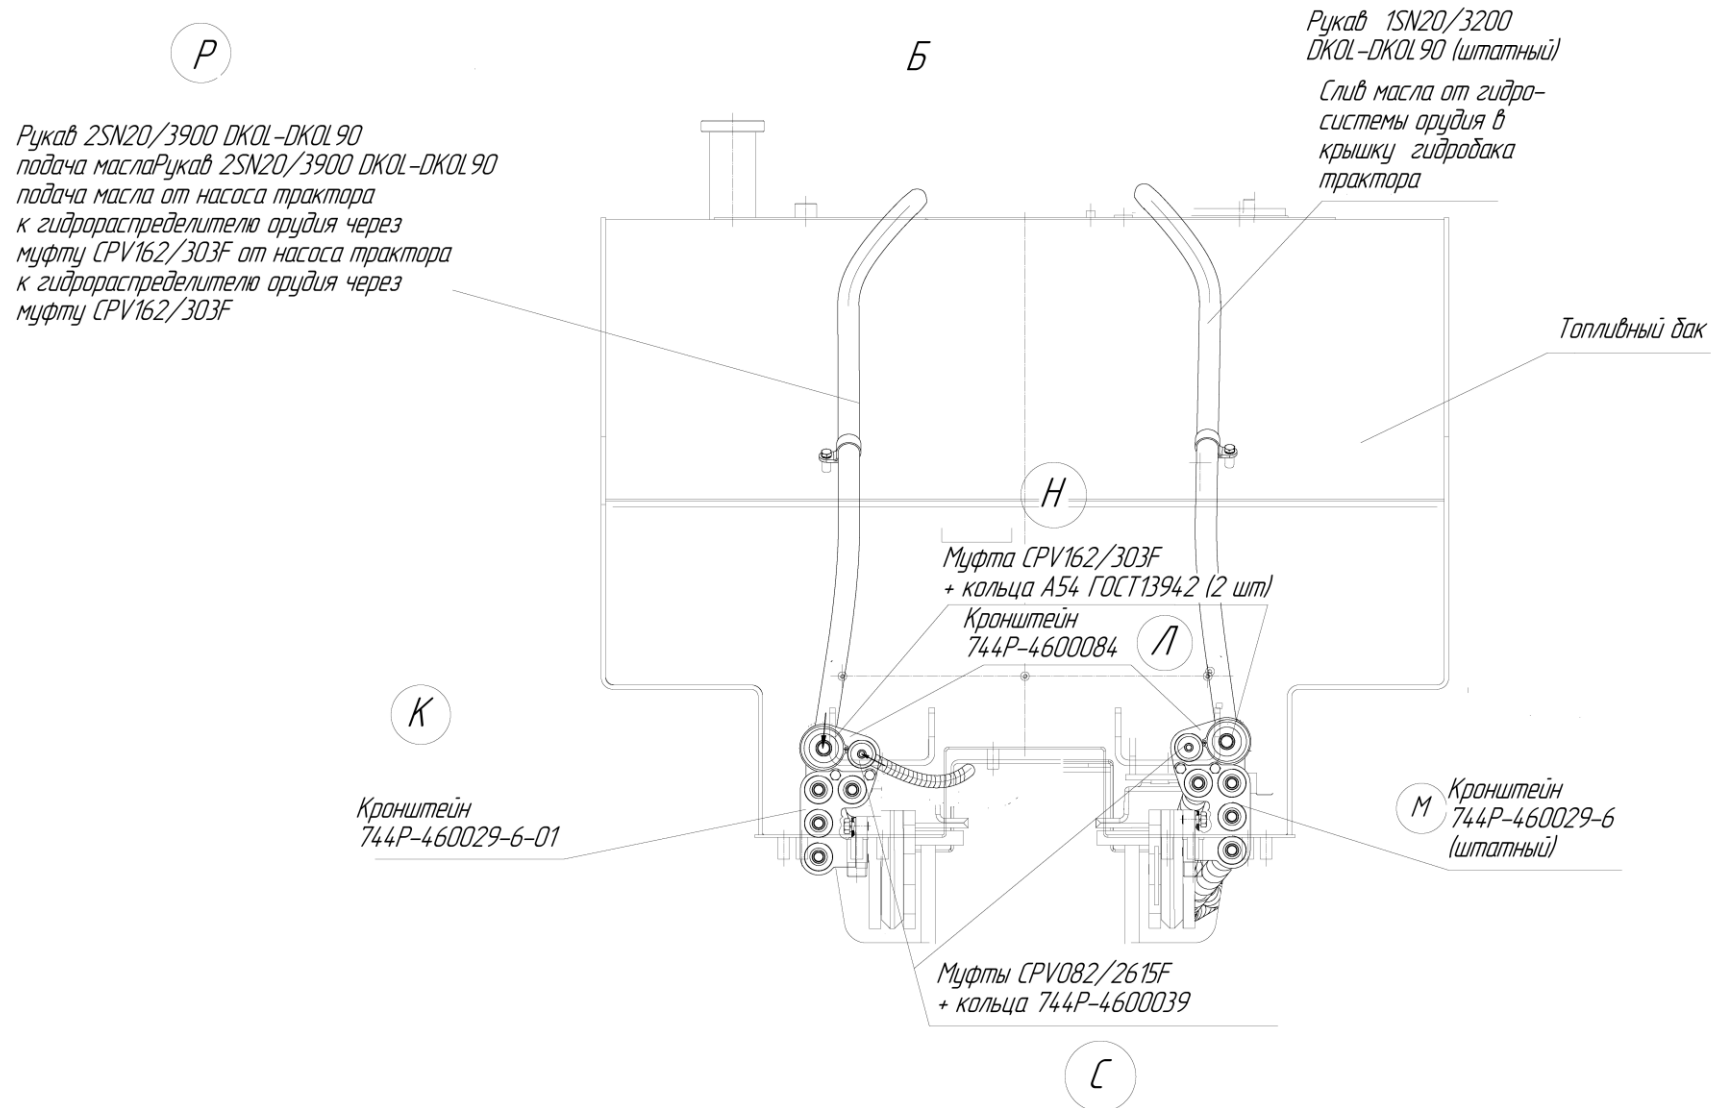

Рис.3 Установка муфт и рукавов
2.2.2 Произведите установку кронштейнов под муфты (рис.3):
Второй конец рукава подключить к левой по ходу трактора муфте «Н» (Рис.3).